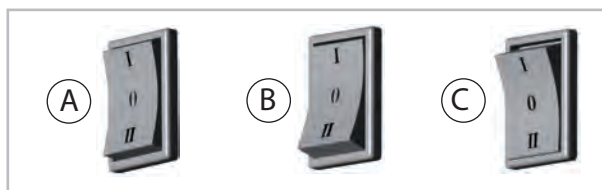

Fig. 4: Position du commutateur
1. ➔ Mettre le commutateur en position « 0 » (Arrêt). (Voir l'illustration [A] dans Voir la Fig. 4)
2. Mettre le commutateur en position « I » (Marche). (Voir l'illustration [B] dans Voir la Fig. 4)
5. Mettre le commutateur en position « I » (Chauffage). (Voir l'illustration [B] dans Voir la Fig. 4)
Mettre le commutateur en position « II » (Aération) - (voir l'illustration [C] dans Voir la Fig. 4).